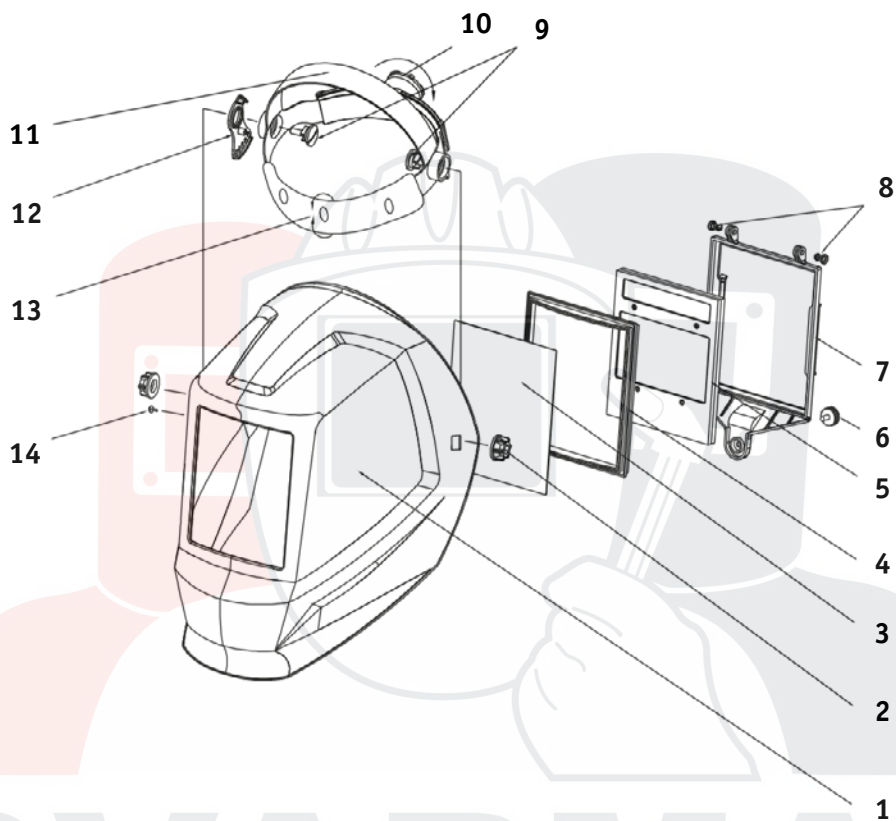

Рис. 2
На **рис. 2** представлена схема сборки корпуса щитка и подголовника.
1. Корпус щитка поставляется в сборе со светофильтрами. Соедините корпус щитка и наголовник с помощью фиксаторов и гаек (**рис. 2**).
– Горизонтальная регулировка обхвата головы: нажмите на регулятор (**16, рис. 2**), и поворачивайте рукоять по часовой стрелке, чтобы уменьшить размер наголовника, и против часовой – чтобы увеличить. Щиток должен плотно сидеть на голове.
– Вертикальная регулировка системы крепления: уменьшая или увеличивая размер ремня (**17, рис. 2**), отрегулируйте размер наголовника так, чтобы глаза сварщика находились в средней части светофильтра.
– Регулировка наклона щитка: отрегулируйте затяжку винтов и положение фиксатора сегментной регулировки (**18, рис. 2**) для удобного угла обзора. Убедитесь, что щиток свободно опускается и не сползает.